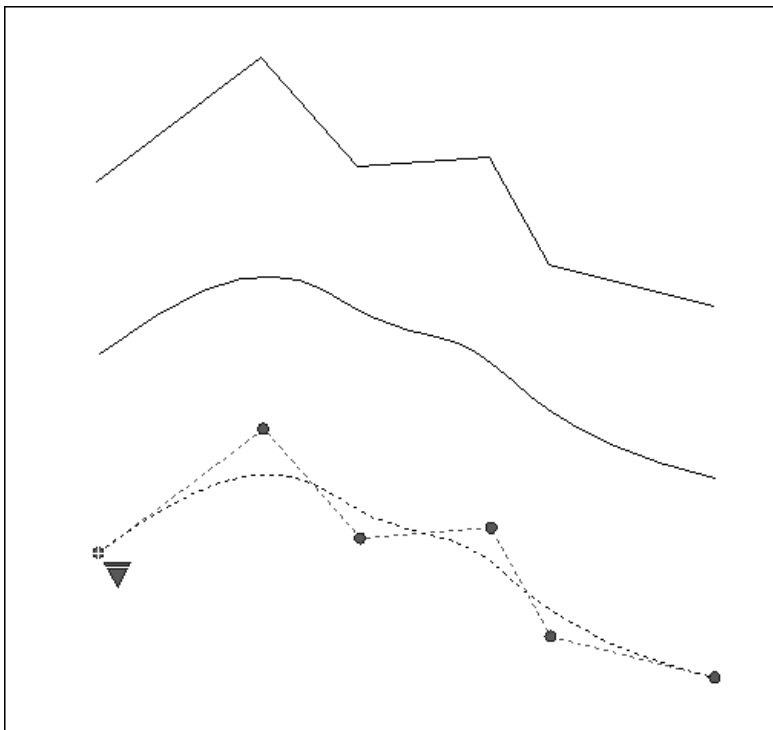

Fig.4.27
- 3 Sélectionner une polyligne lissée et appuyer sur la touche Entrée. L'objet sélectionné passe alors d'une polyligne à une spline (fig.4.27).